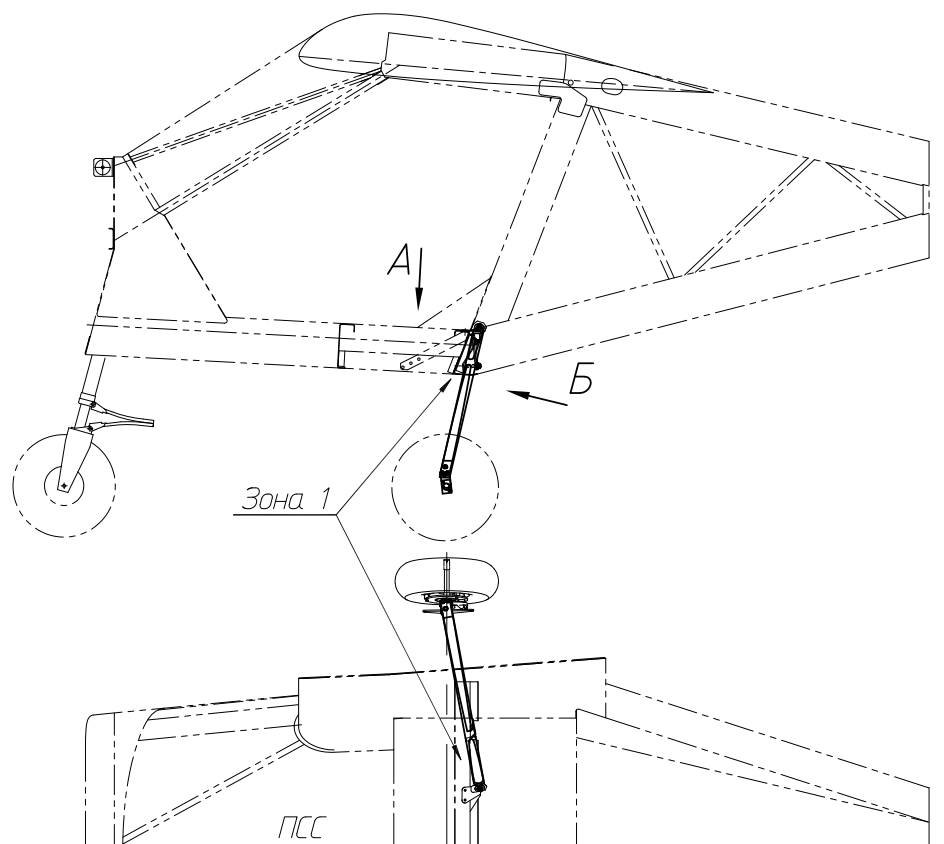

рис. 1
1. Снять сидения и осмотреть накладку (5) (см. рис 2).
3. Поддомкратить самолёт в указанной зоне 1 по всей ширине балки шасси (см. рис. 1) подложив мягкую прокладку, что бы не повредить рифты днища фюзеляжа.